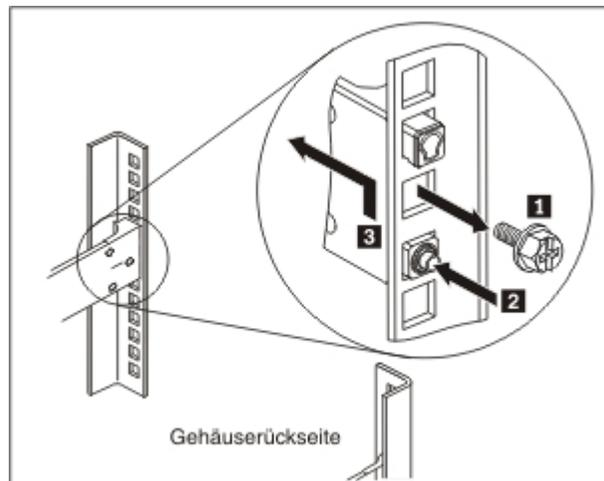

Abbildung 22. Hinteren Teil des Geräts aus den Schienen heben
3. Entfernen Sie das hintere Ende der Schienen wie in Abb. 22 gezeigt.